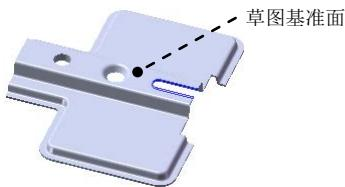

图 16.6.48 切除—拉伸 2
Step7. 创建图 16.6.48 所示的切除—拉伸 2。
(1) 选择命令。选择下拉菜单 **插入(I)** → **切除(C)** → **拉伸(E)...** 命令。
(2) 定义特征的横断面草图。
① 定义草图基准面。选取图 16.6.48 所示的表面作为草图基准面。